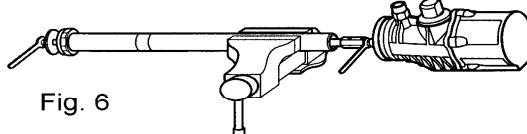

Fig. 6
3. Unscrew the air motor body (15) from the suction tube (47) using a threaded rod (fig. 6), and pull it out until it tops.
3. Skruva loss luftmotorkroppen (15) från pumpröret (47) med hjälp av en gängad axel (Fig. 6), och dra ut den tills det tar stopp.